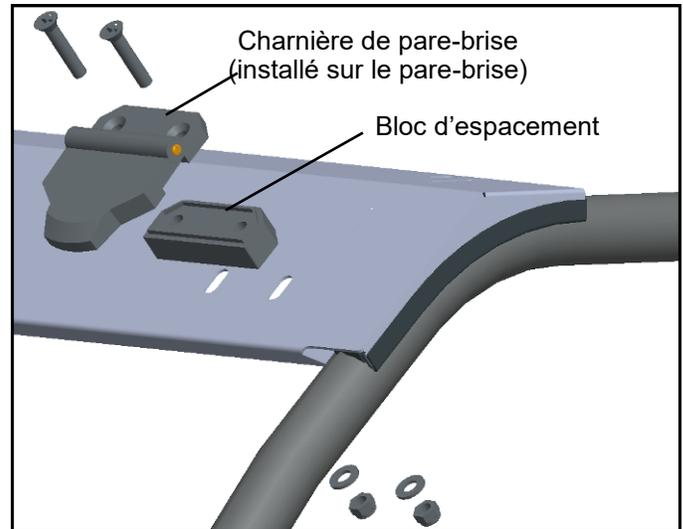

Fig. 9 (fixer le pare-brise)
9. Selon la fig. 9, fixez le pare-brise au support du pare-brise à l'aide de quatre boulons plats de 5/16-18 x 1 3/4 " de long, de quatre rondelles en acier de 5/16 po et de quatre écrous de verrouillage de 5/16 po. Assurez-vous de placer le bloc d'espacement de charnière sous la charnière. Ne serrez pas les boulons pour le moment.